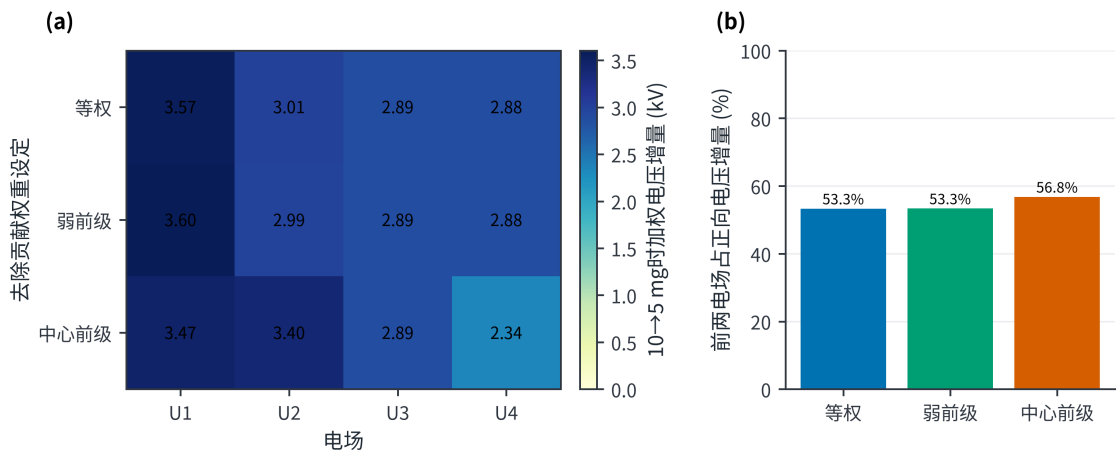

图 20 电场贡献权重消融结果
图 20 显示，在等权、弱前级与中心前级三种权重形状下， $10 \rightarrow 5 \text{ mg/Nm}^3$ 所需的加权电压增量分布保持一致的格局，与按 $\alpha_i / (b_i U_i^{ref 2})$ 排序的解析优先级相符。这说明优先级结论并非由中心权重单独决定，但其具体数值仍依赖同一灰箱结构与支持域。